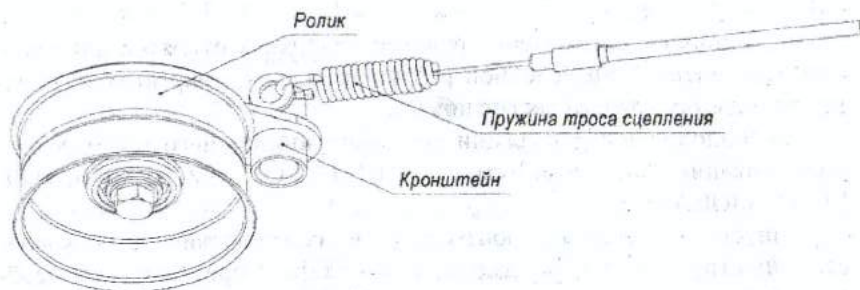

Рис.7. Схема зацепления троса сцепления с кронштейном
- зацепите пружину троса сцепления за кольцо на кронштейне, затем заведите оболочку троса с металлическим упором в направляющую и зафиксируйте его в отверстии (рис.7).